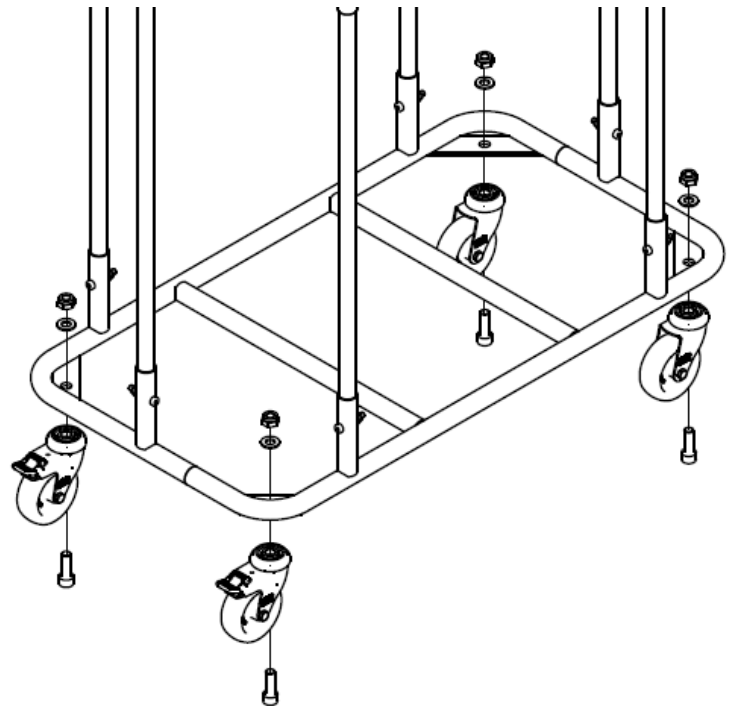

Abbildung 4: Montage der Rollen
Schrauben Sie nun die Rollen mithilfe der Schrauben M10 (4), Unterlegscheiben A10,5 (5) und Muttern M10 (6) an (Abb.:4).